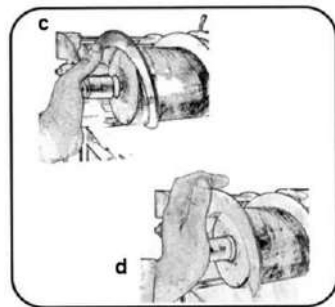

Abb. 37
- Setzen Sie die Spirale ein, indem Sie sie sanft und tief eindrücken, wie in Abb. 37 (c und d) dargestellt.